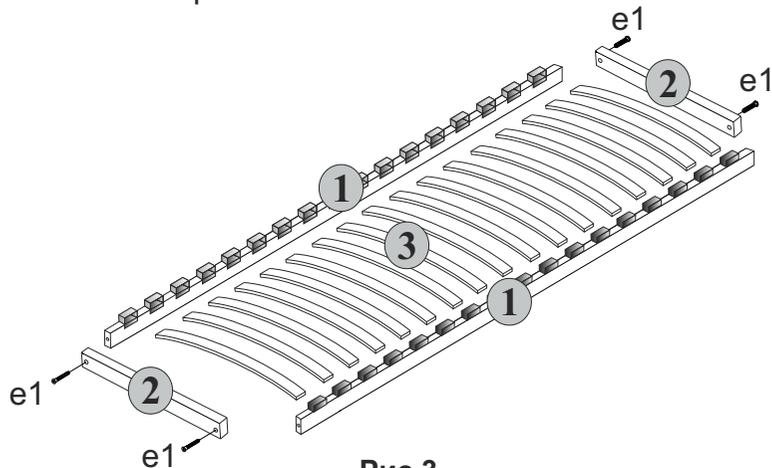

Рис.3
9. Собрать основание гибкое спальных мест в соответствии со схемой сборки (**см.рис.3**).